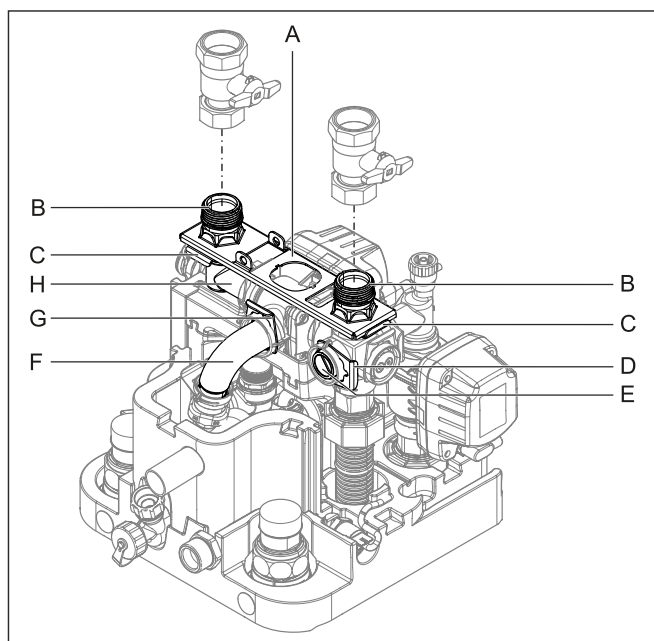
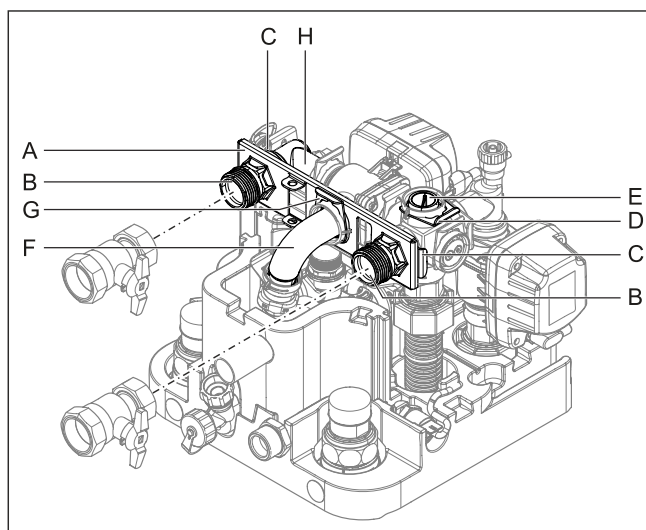

Fig. 4-17 Ligações da alimentação e do retorno do aquecimento orientadas para cima
Fig. 4-19 Ligações da alimentação e do retorno do aquecimento orientadas para trás
- 2 Retirar ambos os estribos de encaixe dos acoplamentos de ligação (Fig. 4-17, pos. C).
- 3 Retirar ambos os acoplamentos de ligação (Fig. 4-17, pos. B).
- 4 Retirar a chapa de fixação (Fig. 4-17, pos. A).
- 5 Retirar o estribo de encaixe do tampão (Fig. 4-17, pos. D).
- 6 Retirar o tampão (Fig. 4-17, pos. E).
- 7 Rodar a peça angular (Fig. 4-17, pos. H) 90° para trás.
- 8 Retirar o estribo de encaixe do cotovelo (Fig. 4-17, pos. G).
- 9 Puxar cuidadosamente o cotovelo (Fig. 4-17, pos. F) para fora do seu suporte horizontal, para trás, até a chapa de fixação (Fig. 4-19, pos. A) poder ser inserida verticalmente no meio.
- 10 Introduzir a chapa de fixação entre o cotovelo e o seu suporte horizontal, e voltar a enfiar o cotovelo (Fig. 4-19, pos. F) no seu suporte, através do orifício central da chapa de fixação.
- 11 Voltar a fixar o cotovelo com o estribo de encaixe (Fig. 4-19, pos. G) no respetivo suporte.
- 12 Enfiar ambos os acoplamentos de ligação (Fig. 4-19, pos. B) nos seus suportes laterais, através da chapa de fixação.
- 13 Fixar ambos os acoplamentos de ligação com estribos de encaixe (Fig. 4-19, pos. C) nos respetivos suportes.
- 14 Inserir o tampão (Fig. 4-19, pos. E) no suporte superior.
- 15 Fixar o tampão com o estribo de encaixe (Fig. 4-19, pos. D).